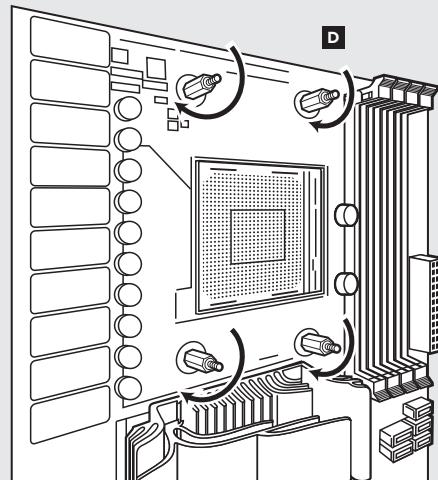

figure 2
- 连接随附的AMD隔架。(图2)
- 拧紧全部四个螺丝，直至牢牢地固定。(图2)
- Прикрепите входящую в комплект опору AMD. (Рис. 2)
- Хорошо затяните все четыре винта. (Рис. 2)